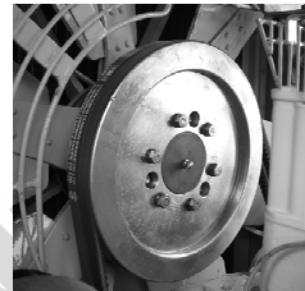

Figura 4-1
- 1) La polea con oruga del ventilador (figura 4-1) 1